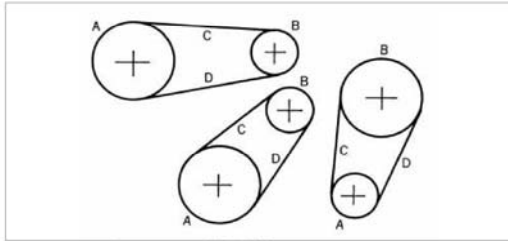

図14. チェーンをエンドレスに継ぐ位置
- 1) ローラチェーンをスプロケットに巻付けて、両端の内リンクをAまたはBの位置でスプロケットの歯に噛み合わせます。(図14) このとき大きなローラチェーンの場合はチェーンの両端をワイヤで引き寄せて落下を防止してください。